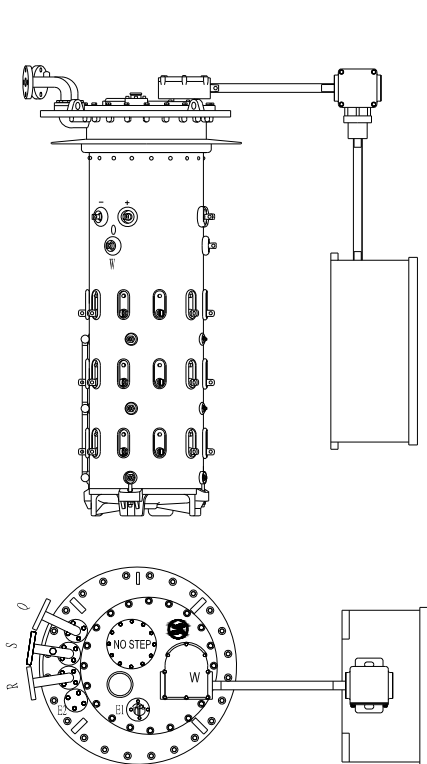

图1 复合式有载分接开关
3)对组合式的分接开关，在排除了原因1)的情况下，传动轴的断裂是造成分接开关不能动作的主要原因。传动轴(见图1、2)包括在切换芯子支撑板上部伸